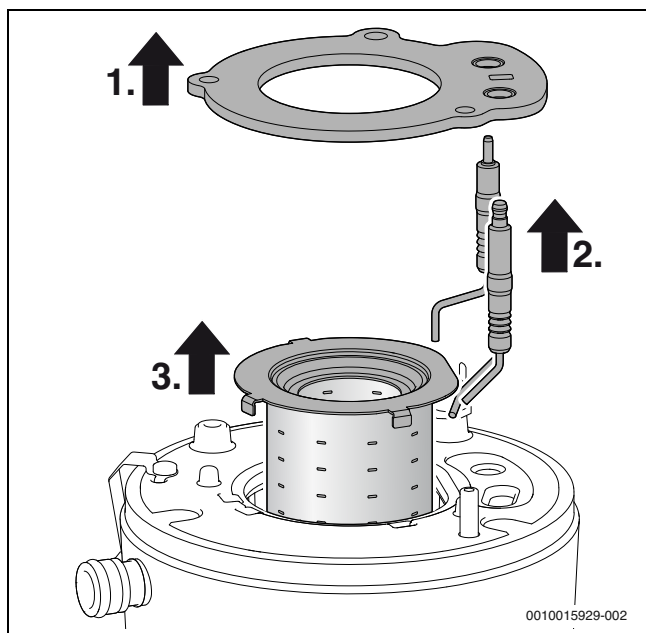

Fig. 38 Retirer le brûleur
- À chaque ouverture du brûleur, remplacer le joint du brûleur (→ fig. 38, pos.[1]) et tous les autres joints affectés par la mesure.